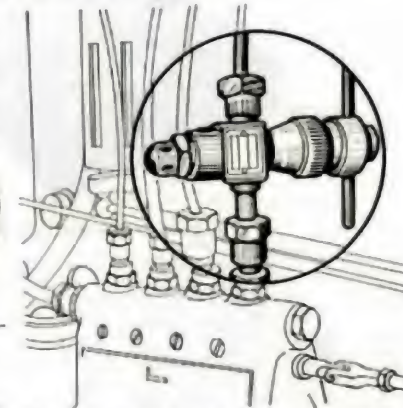

Fig. 16. — Manomètre entre pompe et tuyauterie.
- monter ensuite l'instrument suivant fig. 16;